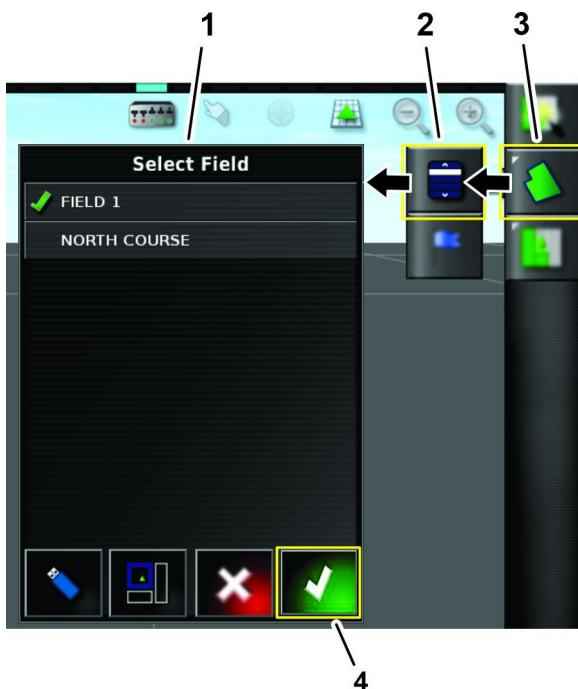

Figura 69
7. Premete l'icône del Menu dell'attività (Figura 69).
8. Selezionate l'attività preesistente (Figura 69).